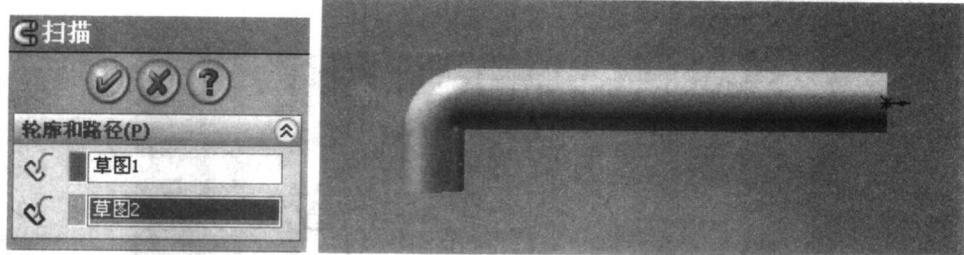

图 1-24 “扫描”属性管理器和扫描效果
(4) 在特征工具栏中单击“扫描”工具按钮（），打开“扫描”属性管理器，在展开的“设计树”管理器中将草图1选择为扫描轮廓、草图2为扫描路径，然后单击“确定”按钮（），生成扫描1，如图1-24所示。